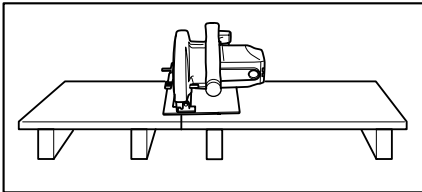

Fig. 1 Pour éviter les chocs en retour, la planche ou le panneau doit être soutenu près de la ligne de coupe.
**Soutenez adéquatement les grands panneaux afin de réduire au minimum le risque de pincement de la lame et de REcul.** Les grands panneaux ont tendance à s'affaisser sous leur propre poids. Placez des points d'appui sous le panneau des deux côtés, près de la ligne de coupe et près des bords du panneau, tel qu'illustré à la Fig. 1. Pour réduire les risques de coincement de la lame et de choc en retour. Lorsqu'il est nécessaire de poser la scie sur la pièce pour effectuer la coupe, il faut poser la scie sur la partie la plus large de sorte que ce soit la plus petite partie qui se détache de la pièce à couper.